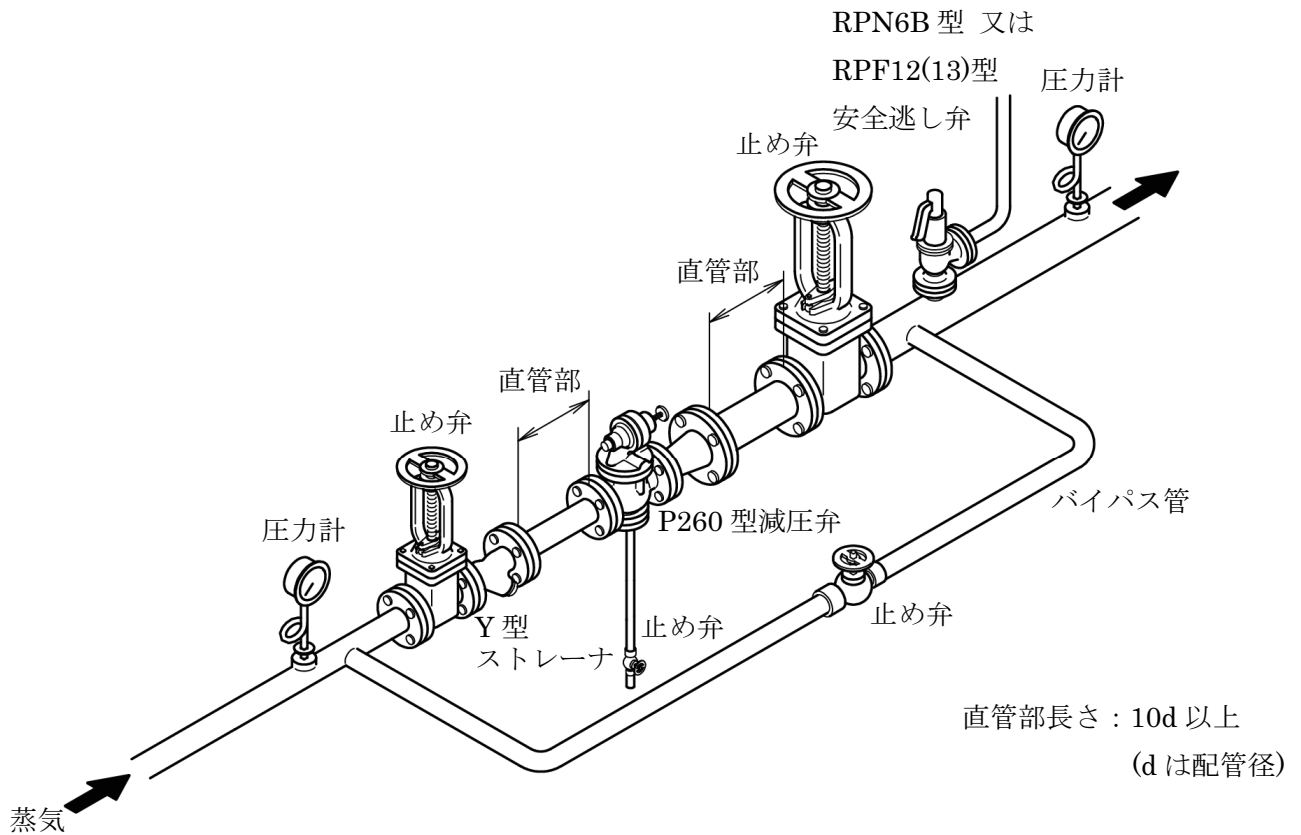

図 2 配管例図
ください。また、図 2 の配管例図に示すように、止め弁、ストレーナ、安全逃し弁、圧力計、バイパス管を必ず設けてください。なお、減圧弁の前にはできるだけ 10d 以上(d : 配管径 mm)の直管部を設け、二次側流速が 30 m/s を超える場合にはレギュレーサを取付け二次側配管の拡大をお勧めします。安定で性能の良い減圧装置とする為、ストレーナ、安全逃し弁もフシマン製品をお使いください。
- a) 配管に際しては、減圧弁の弁箱(21)の矢印と蒸気の流れ方向を必ず一致させて水平配管に垂直に取付けてください。また、図2の配管例図に示すように、止め弁、ストレーナ、安全逃し弁、圧力計、バイパス管を必ず設けてください。なお、減圧弁の前後にはできるだけ10d以上(d：配管径mm)の直管部を設け、二次側流速が30 m/sを超える場合にはレジュースを取付け二次側配管の拡大をお勧めします。安定で性能の良い減圧装置とする為、ストレーナ、安全逃し弁もフシマン製品をお使いください。